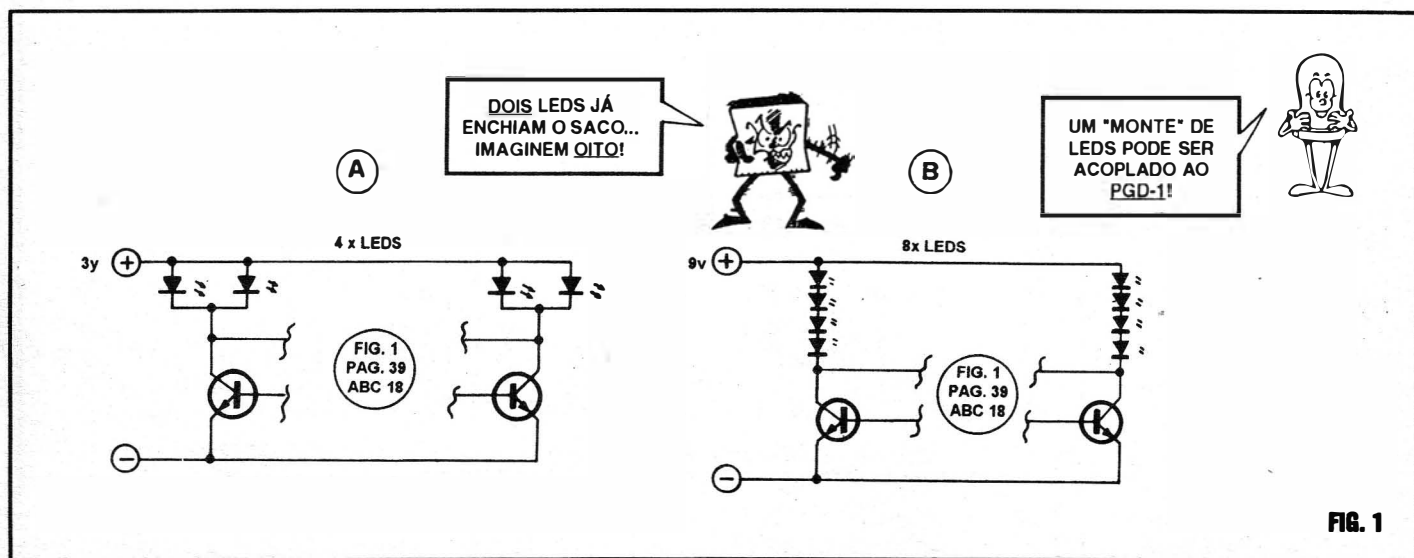

FIG. 1
daí a durabilidade ficará - realmente - muito "curta"...), desde que (conforme já sugerido...) sejam alcalinas... Outra possibilidade de ampliação (ainda sem qualquer modificação na plaquinha básica do PGD-1...), agora para nada menos que 8 LEDs, tem seu diagrama na fig. 1-B... Nessa configuração, os 8 LEDs são distribuídos em dois grupos de 4, ligados **em série**, "empilhados" junto aos coletores dos dois transístores do flip-flop... Esse arranjo, contudo, exige o aumento da Tensão geral de alimentação para 9V, o que - felizmente - pode ser obtido sem perda da desejada miniaturização, através de uma bateriazinha de 9V (aquela que parece um "tijolinho"...). Note que essa modificação **não incrementa**, sensivelmente, a Corrente média "puxada" pelo circuito, porém, como as baterias de 9V naturalmente têm **menor** capacidade de fornecimento de energia do que as pilhas de 1,5V, convém manter a recomendação de usar-se o tipo **alcalina**, que garantirá boa durabilidade... Desejamos a Você, Gerry (e ao seu "sócio"...), sucesso nos negócios, fazendo votos que logo a idéia "cresça e apareça"! Ficaremos felizes por Vocês, de verdade!
- FIG. 1 - REAFIRMANDO AS CONVENÇÕES EM ELETRÔNICA DIGITAL - Não esqueçam (isso vale permanentemente, tanto aqui nas nossas “Au-